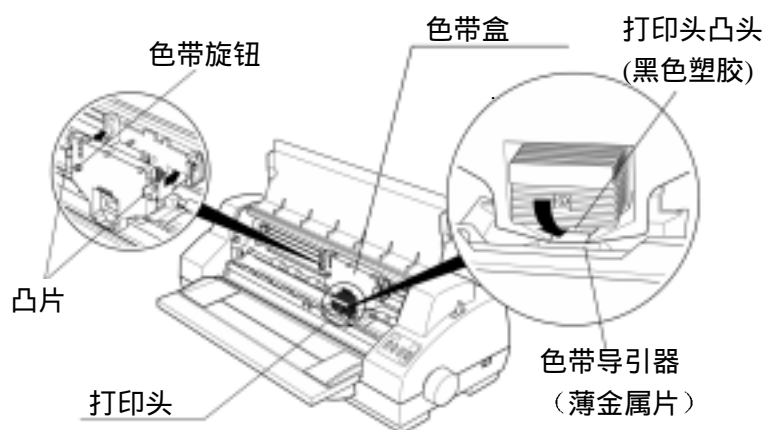

图 2-9 安装色带盒
- 6、色带芯向下，用双手将色带盒装入打印机中，如图 2-9 所示。